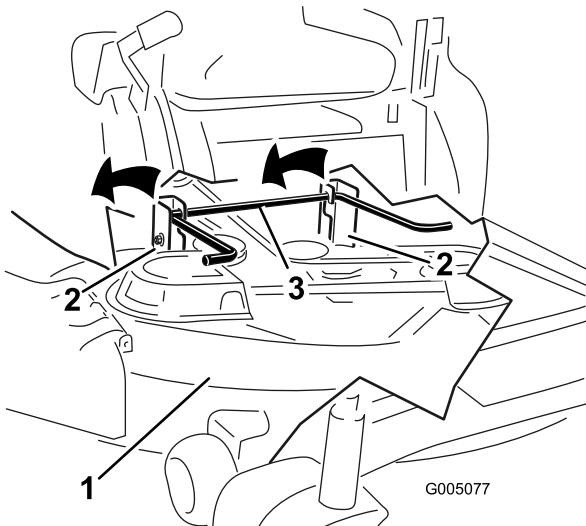

Figure 68
- 5. Soulevez et enlevez le plateau de coupe et les supports de la tige de levage arrière et abaissez la tondeuse au sol avec précaution (Figure 68).
5. Soulevez l'arrière du plateau de coupe et guidez les supports sur la tige de levage arrière (Figure 68).